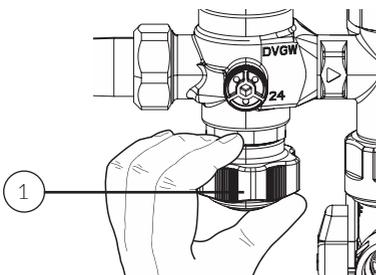
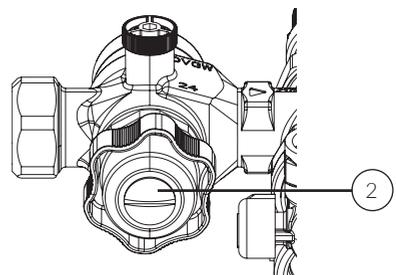

Abb. 7
Abb. 8
Die Wartung des Rückflussverhinderes erfolgt gemäß DIN 1988 1x jährlich. Der Rückflussverhinderer (RV) befindet sich im Gehäuse oberhalb des Griffs (1). Um den RV zu prüfen, drehen Sie den Griff (1) im Uhrzeigersinn bis zum Anschlag (Richtung „ZU“) (Abb. 7) und anschließend 2 Umdrehungen wieder zurück. Entfernen Sie den Stopfen (2) aus dem Griff (Abb. 8). Wenn aus der Öffnung kontinuierlich Wasser herauströpft, muss der RV gereinigt oder ausgetauscht werden.
**Achtung: Sperren Sie die Armatur ab (Griff (1) in Richtung „ZU“ drehen, siehe Abb. 7) und führen Sie eine Druckentlastung durch, bevor Sie das Oberteil des Sicherheitsventils herausdrehen!**